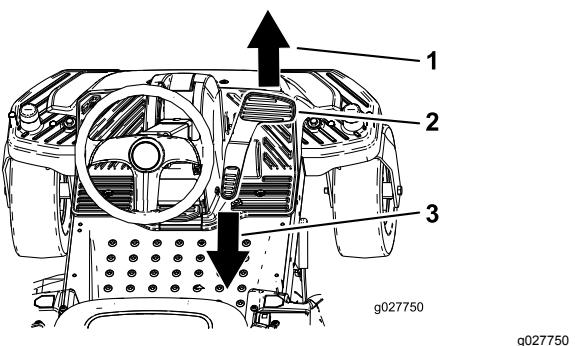

Figura 27
3. Ponga el pie sobre el pedal de control de tracción y pise lentamente la parte superior del pedal para desplazarse hacia adelante, o presione la parte inferior del pedal para desplazarse hacia atrás (Figura 27).